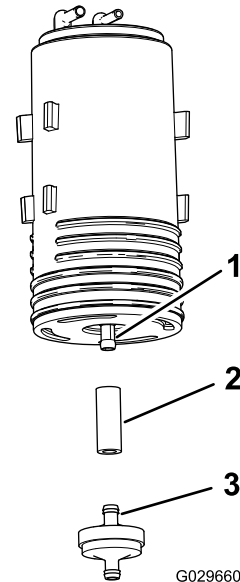

图 46
4. 从旧碳罐的下接头卸下碳罐过滤器和短段软管 图 46。
5. 将软管安装到新碳罐的下接头 图 46。
6. 将新碳罐过滤器的接头插入软管 图 46。